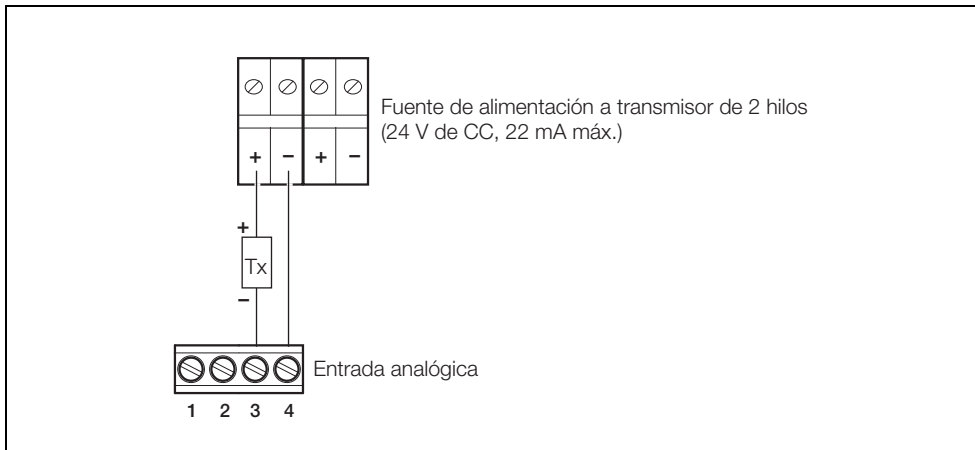

Fig. 2.11 Módulo de fuente de alimentación a transmisores
2.6 Módulo de fuente de alimentación a transmisores (Fig. 2.11)